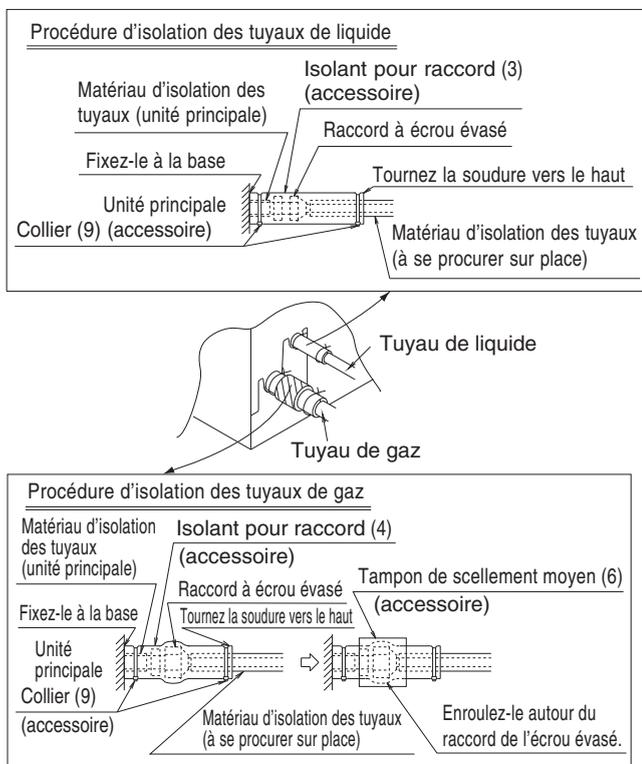

Fig. 8
**(2) Le travail terminé, vérifiez que le gaz ne fuit pas.**
**(3) Après avoir vérifié que le gaz ne fuit pas, assurez-vous d'isoler les raccords des tuyaux en vous reportant à la Fig. 8.**
- Isolez-les avec l'isolant pour raccord (3) (4) fourni avec les tuyaux de liquide et de gaz. En outre, assurez-vous que la soudure de l'isolant pour raccord (3) (4) des tuyaux de liquide et de gaz est tournée vers le haut. (Serrez les deux bords avec un collier (9).)
- Pour les tuyaux de gaz, enroulez le tampon de scellement moyen (6) autour de l'isolant pour raccord (4) (partie écrou évasé).